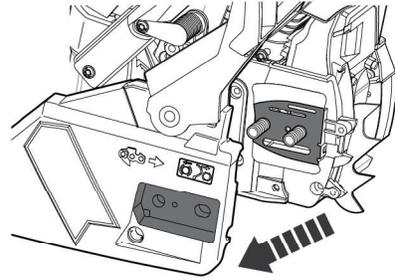

Fig. 3
- > Retire la cubierta y la placa espaciadora de los pernos (19) (la placa espaciadora no debe volver a colocarse) (Fig. 3).